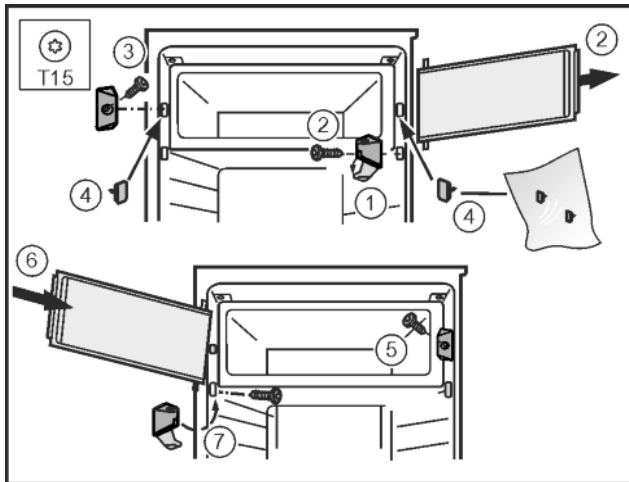

Fig. 14
- ▶ Afdekking van de lagerbus wegklappen. Fig. 14 (1)
- ▶ Deur van het vriesvakje verwijderen: Lagerbus met schroevendraaier T15 losschroeven. Fig. 14 (2)
- ▶ Sluitstuk met schroevendraaier T15 losschroeven. Fig. 14 (3)
- ▶ De vrijgekomen gaten afsluiten met de bijgevoegde doppen. Fig. 14 (4)
- ▶ Sluitstuk met schroevendraaier T15 monteren. Fig. 14 (5)
- ▶ Deur van het vriesvakje vanaf de bovenkant erin plaatsen. Fig. 14 (6)
- ▶ Lagerbus monteren en afdekking dichtklappen. Fig. 14 (7)